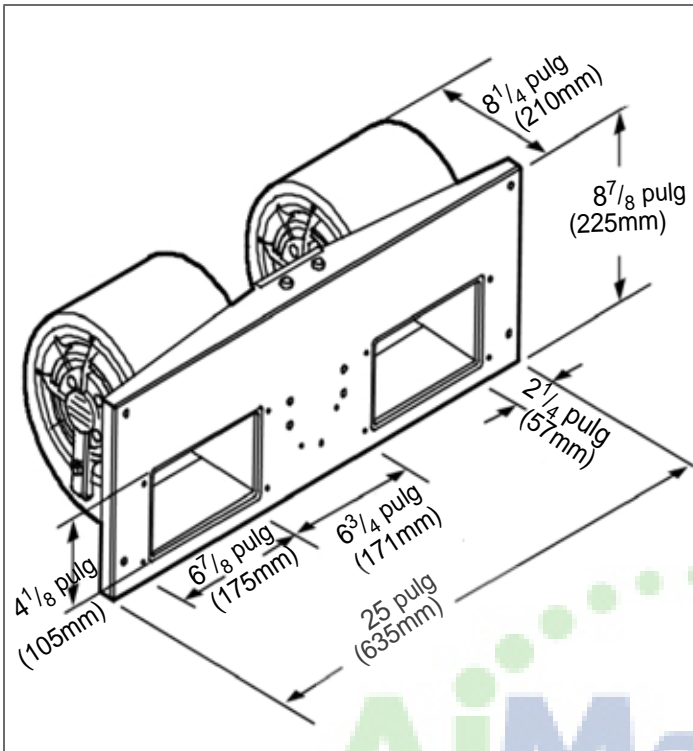
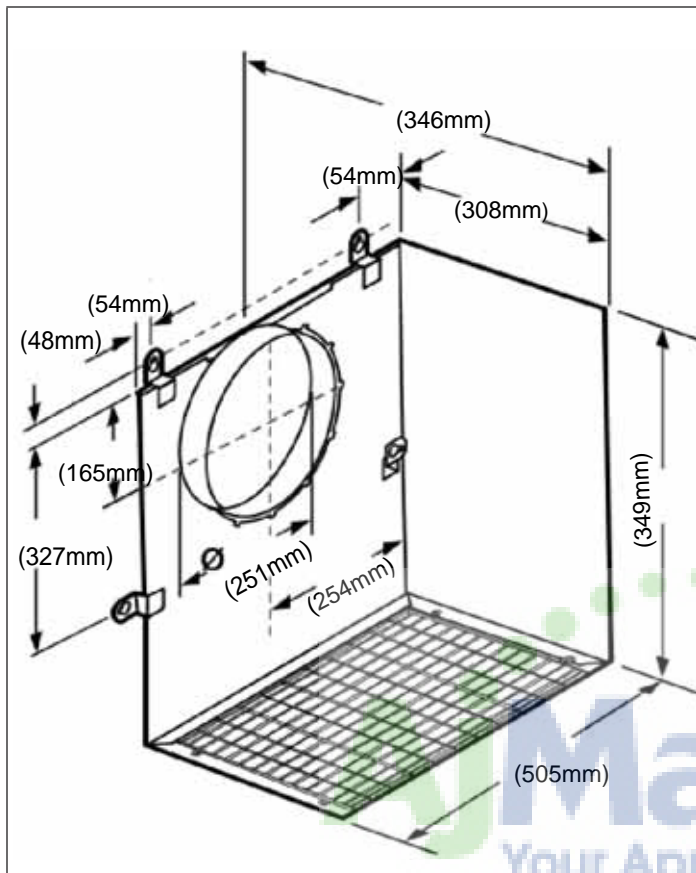
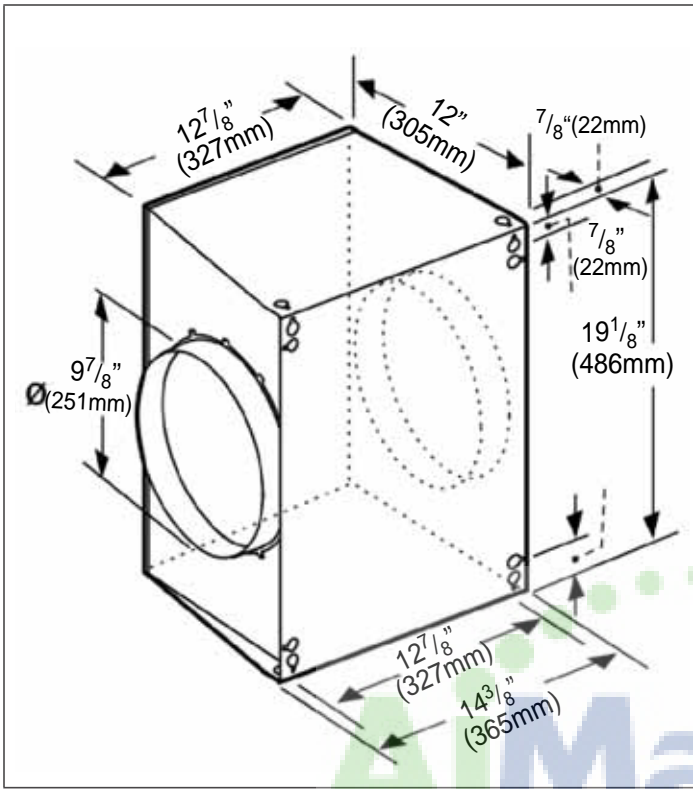

Figura 18: Ventilador integrado
Figura 20: Ventilador a distancia
Figura 22: Ventilador en línea
14. Con otra persona, levante la campana y déjela descansar en los tornillos insertados en el soporte de madera. Use las muescas en forma de ojo de cerradura identificadas por la letra "I" en la Figura 22. Asegúrese de que el soporte de madera quepa en la parte hundida de la parte trasera de la campana.
Todas las campanas se deben instalar con un ventilador a distancia (figura 20 en la página 13), un ventilador integrado (figura 18 en la página 12) o un ventilador en línea (figura 22 en la página 14). Sólo use los modelos de ventiladores THERMADOR® con las campanas THERMADOR®. Todos los modelos de ventiladores se venden por separado. Vea la página 1 para ver los ventiladores que se recomiendan y consultar las corrientes nominales máximas.
Se puede instalar un ventilador a distancia con los modelos de campanas Pro de 24 y 27 pulgadas (Figura 20). Consulte las instrucciones de instalación proporcionadas con el ventilador para saber cómo instalar el aparato.